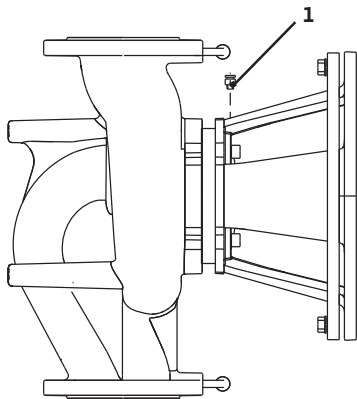

Fig. 40: Entlüftungsventil
- Pumpen durch Lösen der Entlüftungsventile (Fig. 40, Pos. 1) entlüften. Ein Trockenlauf zerstört die Gleitringdichtung der Pumpe. Der Differenzdruckgeber darf nicht entlüftet werden (Gefahr der Zerstörung).